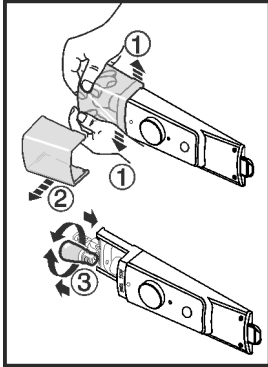

Fig. 12
- Écarter le couvercle de la lampe vers l'intérieur, à l'avant Fig. 12 (1), comme illustré et le retirer sur le côté Fig. 12 (2).
- Remplacer la lampe. Fig. 12 (3)